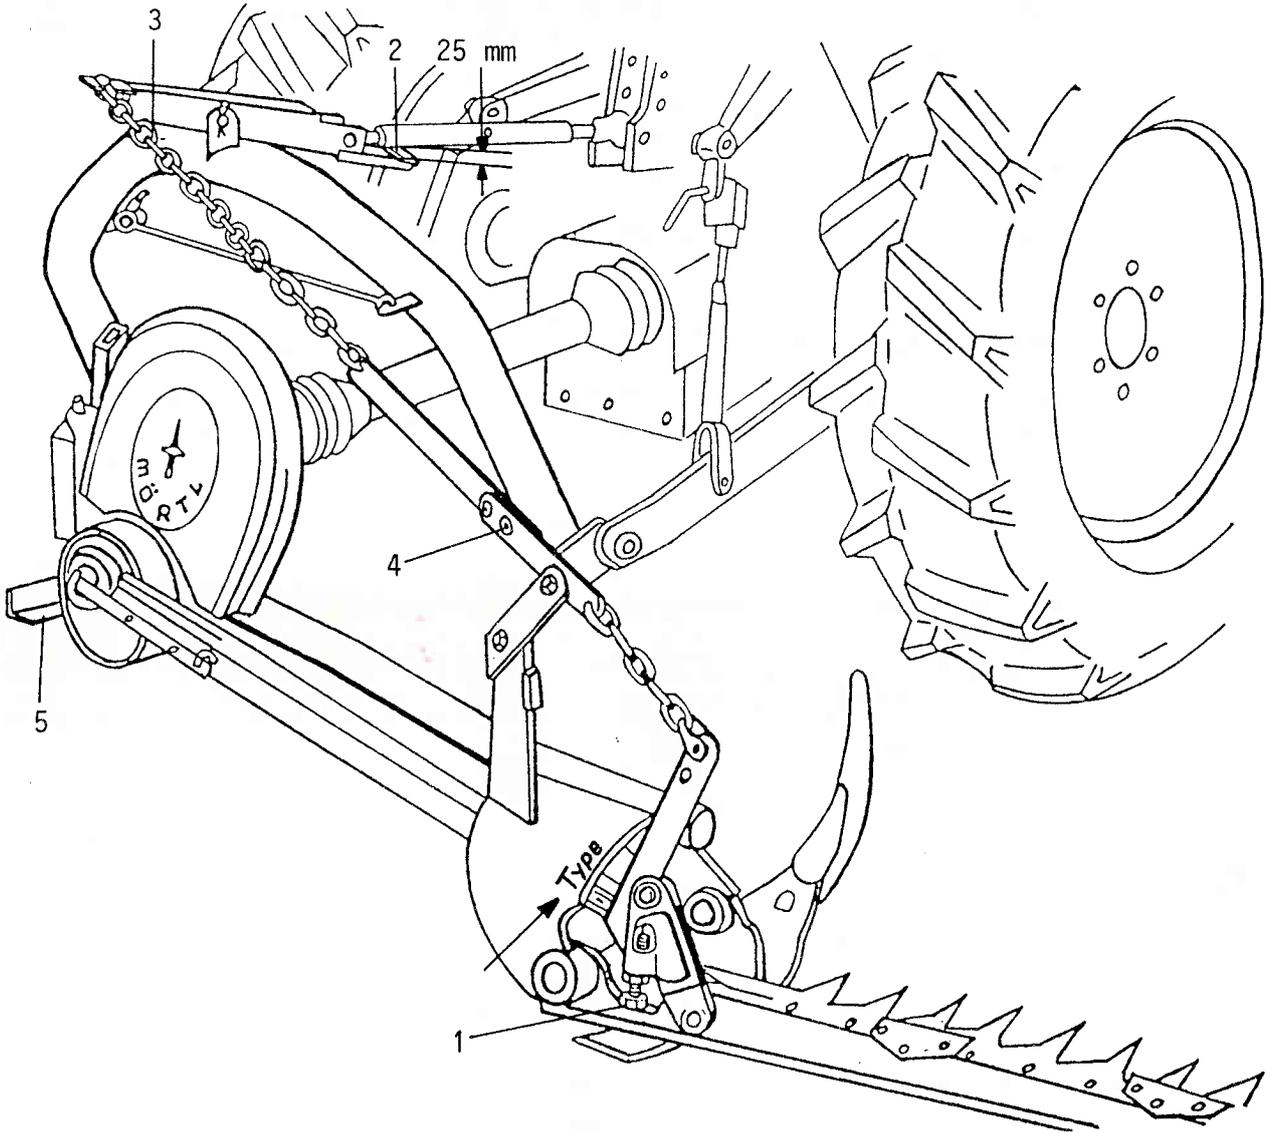

FIGURE 1
- Soulever la faucheuse par l'intermédiaire de l'attelage, et agir sur la vis de réglage (fig. 1, rep. 2) pour obtenir une position horizontale de la barre de coupe
- Remarque : la chaîne de biellette doit être fixée au trou le plus bas de la biellette de réglage (fig. 1, rep. 4)
- Dans cette position, l'écartement entre le tirant supérieur du tracteur et le bras d'attelage de la faucheuse doit être de 25 mm (fig. 1, rep. 5)
- Cet écartement est ajustable par les maillons de la chaîne (fig. 1, rep. 6) ou par les vis d'assemblage de la biellette et de la barre de réglage (fig. 1, rep. 7)
- Pour dételer la faucheuse du tracteur, mettre la barre de coupe en position verticale et utiliser la béquille (fig. 1, rep. 8)